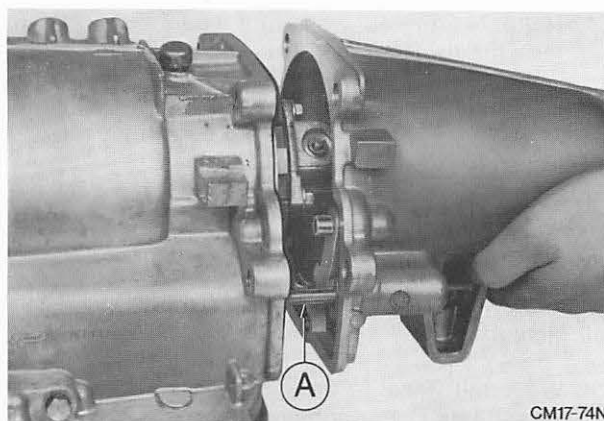

Abb. 120 Getriebeverlängerung montieren
7. Getriebeverlängerung mit neuer Dichtung montieren, dabei auf korrekten Sitz der Betätigungsstange – Parkraste achten. Abb. 120. Schrauben mit vorgeschriebenem Drehmoment festziehen.